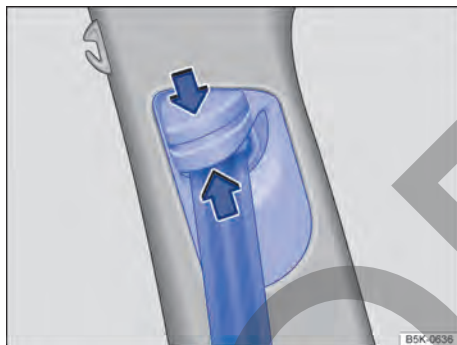

Fig. 37 Junto a los asientos delanteros: regulador de la altura del cinturón.
- Comprima el dispositivo de reenvío en el sentido de las flechas y manténgalo en esta posición → fig. 37.